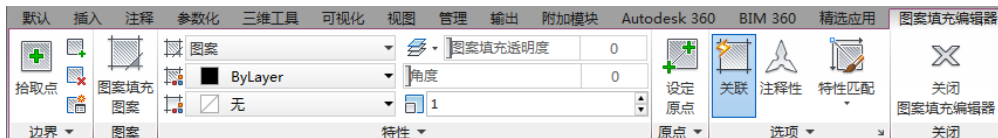

图 2-59 “图案填充编辑器”选项卡
- ☑ 快捷方法：直接选择填充的图案，打开“图案填充编辑器”选项卡（如图 2-59 所示）。